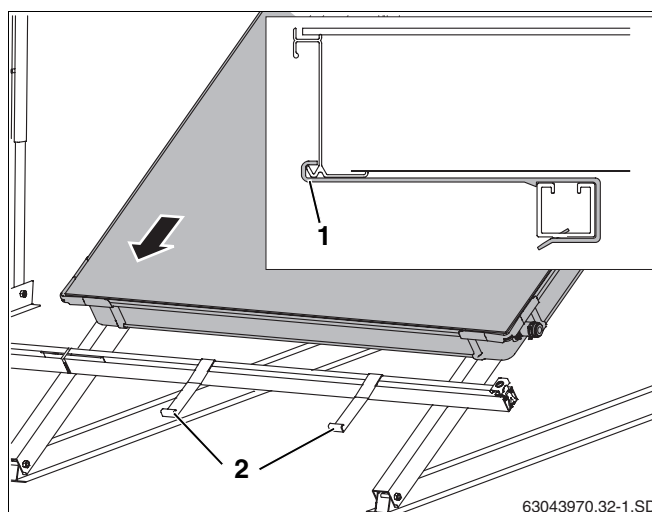

Fig. 46 Colocar o primeiro colector nos perfis
- Colocar o primeiro colector nos perfis e deixar deslizar (fig. 46, **item 2**) nas protecções contra deslizamento (fig. 46).
O bordo inferior do colector deve encontrar-se na abertura da protecção contra deslizamento (fig. 46, **item 1**).